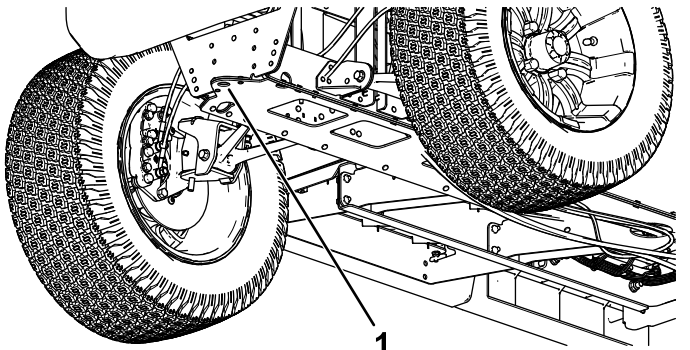

Bild 27
- Die vordere Hebestelle der Maschine befindet sich vorne am Rahmen hinter der Anhängerkupplung (Bild 27).